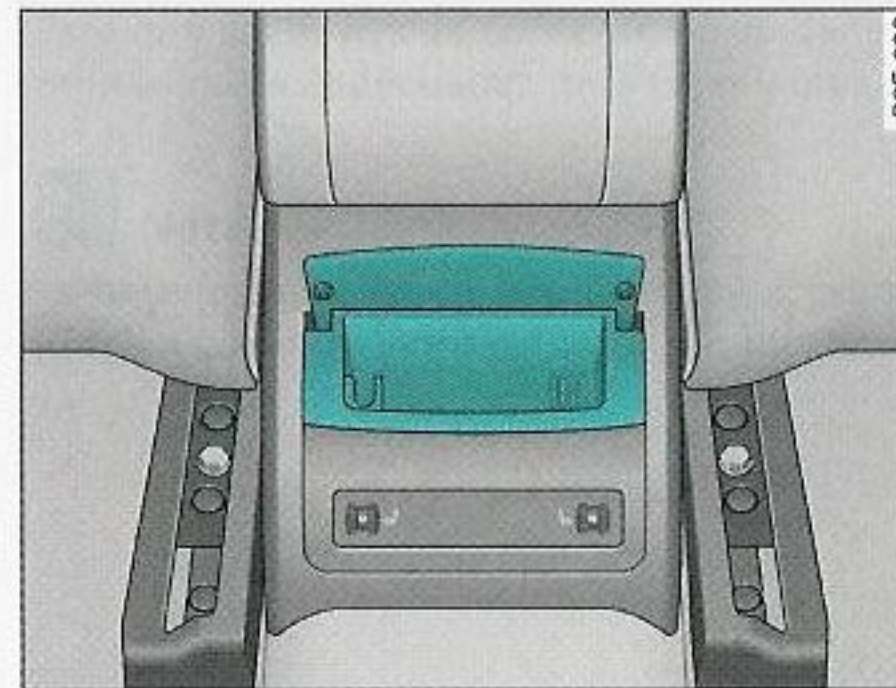

Fig. 115 Cenicero trasero
- Tome la carcasa por la tapa abierta ⇒ fig. 115 y extráigala hacia arriba.